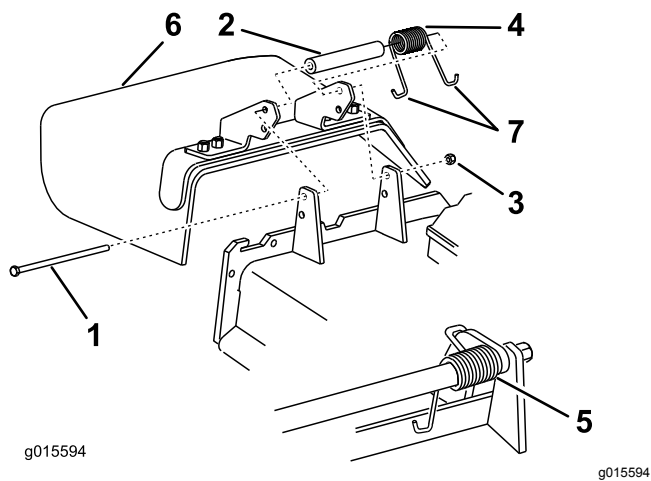

Figure 105
1. Retirez le contre-écrou, le boulon, le ressort et l'entretoise qui fixent le déflecteur aux supports de pivot (Figure 105).
2. Enlevez le déflecteur s'il est endommagé ou usé (Figure 105).
**Remarque:** Prenez soin de placer 1 extrémité en J du ressort derrière le bord du tablier avant de mettre le boulon en place, comme montré à la Figure 105.
- Accrochez l'extrémité en J du ressort au déflecteur d'herbe (Figure 105).